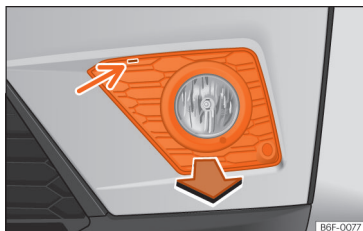

Abb. 57 Nebelscheinwerfer: Gitter herausziehen
- Einen Schraubenzieher in die Kerbe einführen » **Abb. 57** (Pfeil). Lösen Sie die Clips an